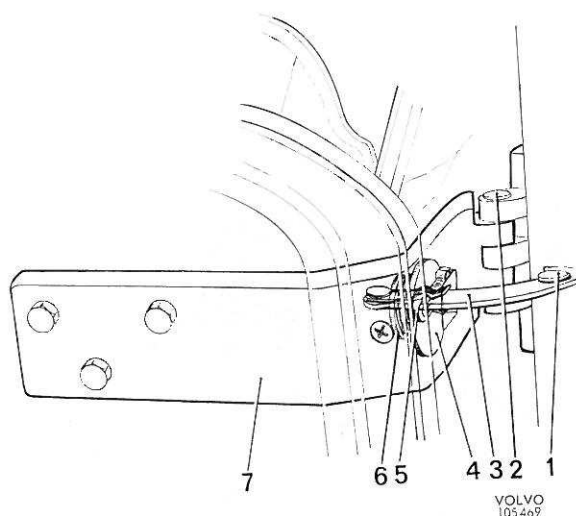

Figure 18. Cale-porte
Si l'on veut démonter la porte avec les charnières en même temps, commencer par démonter la garniture latérale avant en se servant d'un tournevis et en procédant comme pour la dépose des garnitures de portes. Faire sauter ensuite la goupille de guidage (1, figure 18) du cale-porte. Enlever les vis des charnières (2 vis pour chaque charnière) et déposer ensuite la porte.
Chaque cale-porte (figure 18) est constitué par une plaque de verrouillage (4) et un guide (5) qui est vissé sur la charnière supérieure, ainsi qu'un bras articulé (3) avec butée caoutchouc (6). Pour le démontage d'un cale-porte, il faut commencer par déposer la porte en se référant au titre "Dépose et repose des portes". Pour le démontage du bras articulé, faire sauter la clavette avec un poinçon ou une mèche de perceuse.